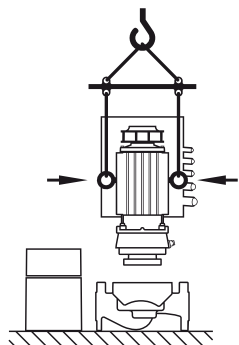

fig.8: Trasporto del set di innesto
- Se necessario, ad es. in caso di riparazioni, gli occhioni di trasporto possono essere spostati dalla flangia al corpo del motore (vedi ad es. fig. 8). Prima di montare gli occhioni di trasporto sul corpo del motore, svitare e rimuovere i distanziatori dalle aperture per gli occhioni (fig. 6, pos. 20b) (vedi capitolo 10.2.1 "Sostituzione della tenuta meccanica" a pagina 103).
- Se gli occhioni di trasporto vengono spostati o sono stati spostati dalla flangia motore e montati sul corpo del motore, è ammesso utilizzarli solo per sollevare e trasportare il set di innesto (fig. 8), ma non per il trasporto dell'intera pompa, nonché non per separare il set di innesto dal corpo pompa.